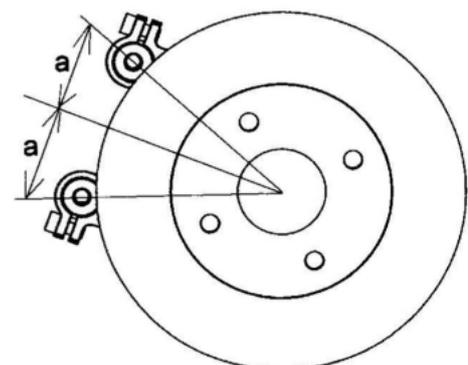

Рисунок 15
2. После позиционирования направляющей прямо по центру переходника, затяните болты М10 крепежного адаптера (см.рис.15).
4. После позиционирования направляющей прямо по центру переходника, затяните болты М10 крепежного адаптера (см.рис.15).